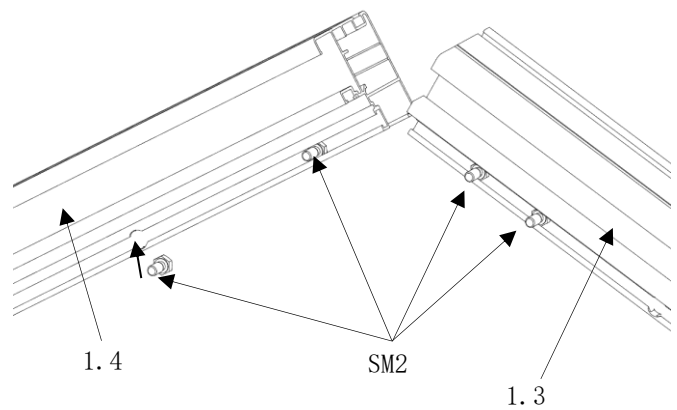

Abb. 15
- die beiden Ortgangprofile (Pos. 1.3/1.4) werden im First mit den 4x Sechskantschrauben (Pos. SM2) bestückt. (Abb. 15)